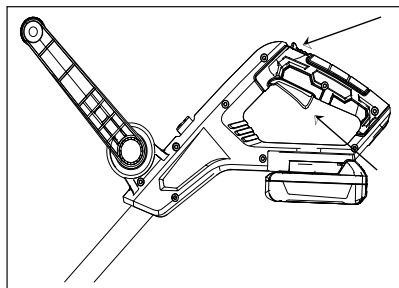

рис. 10
- Нажмите кнопку блокировки (B) и одновременно нажмите на курковый переключатель (A). (См. рис. 10)